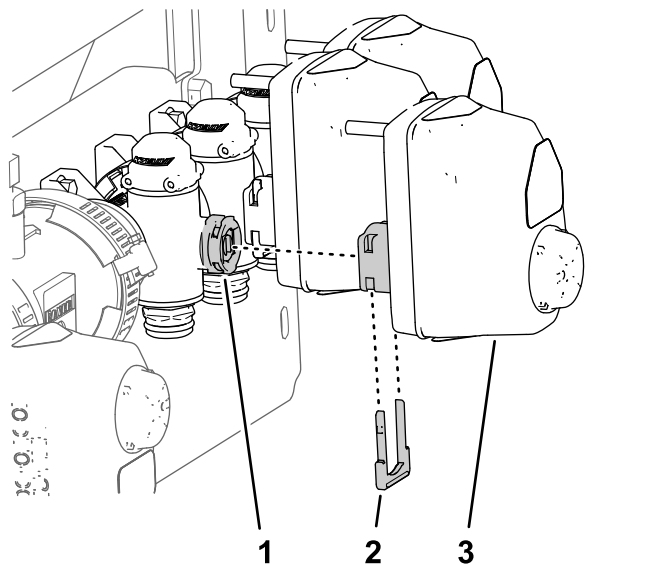

Figura 51
8. Allineate l'accoppiatore dell'attuatore della valvola di sezione che avete rimosso al passaggio 2 di Rimozione dell'attuatore della valvola \(pagina 26\) con la porta dello stelo della valvola del collettore (Figura 51).
9. Fissate l'attuatore della valvola di sezione alla valvola del collettore con il fermo (Figura 51).